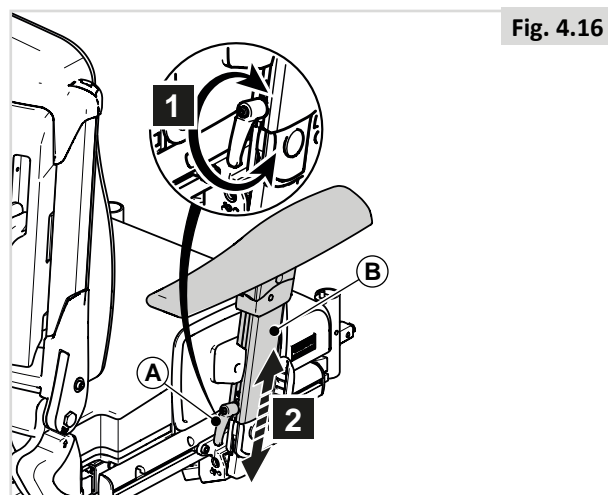

Fig. 4.16
4.4 Pré-réglage des accoudoirs relevables / des accoudoirs escamotables / des accoudoirs amovibles**Hauteur de l'accoudoir (Fig. 4.16)**